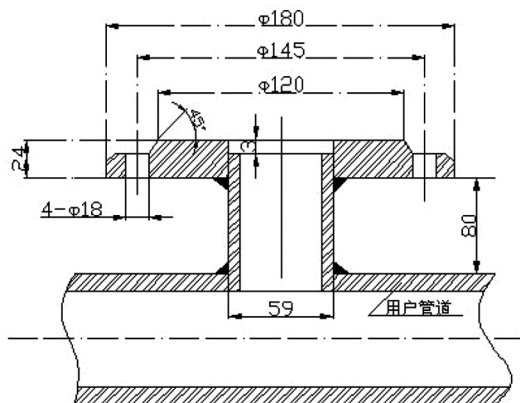

图3 安装底座的焊接
安装底座与被测管道的焊接如图3所示。
7.7.3 按图3所示将DN50球阀安装到安装底座上。注意球阀的长空腔向上。检查球阀是否能全开全关。如有问题应进行修理。将压紧螺纹座、压紧螺母和橡胶密封圈安装到球阀上。松开定位螺钉和压紧螺母，将传感器插入杆通过球阀插入被测管道。插入深度由7.4.4计算，并由游标卡尺或钢卷尺测量，符合要求后，上紧压紧螺母和定位螺钉，同时应注意传感器方向标志杆指向应和流体流向一致。